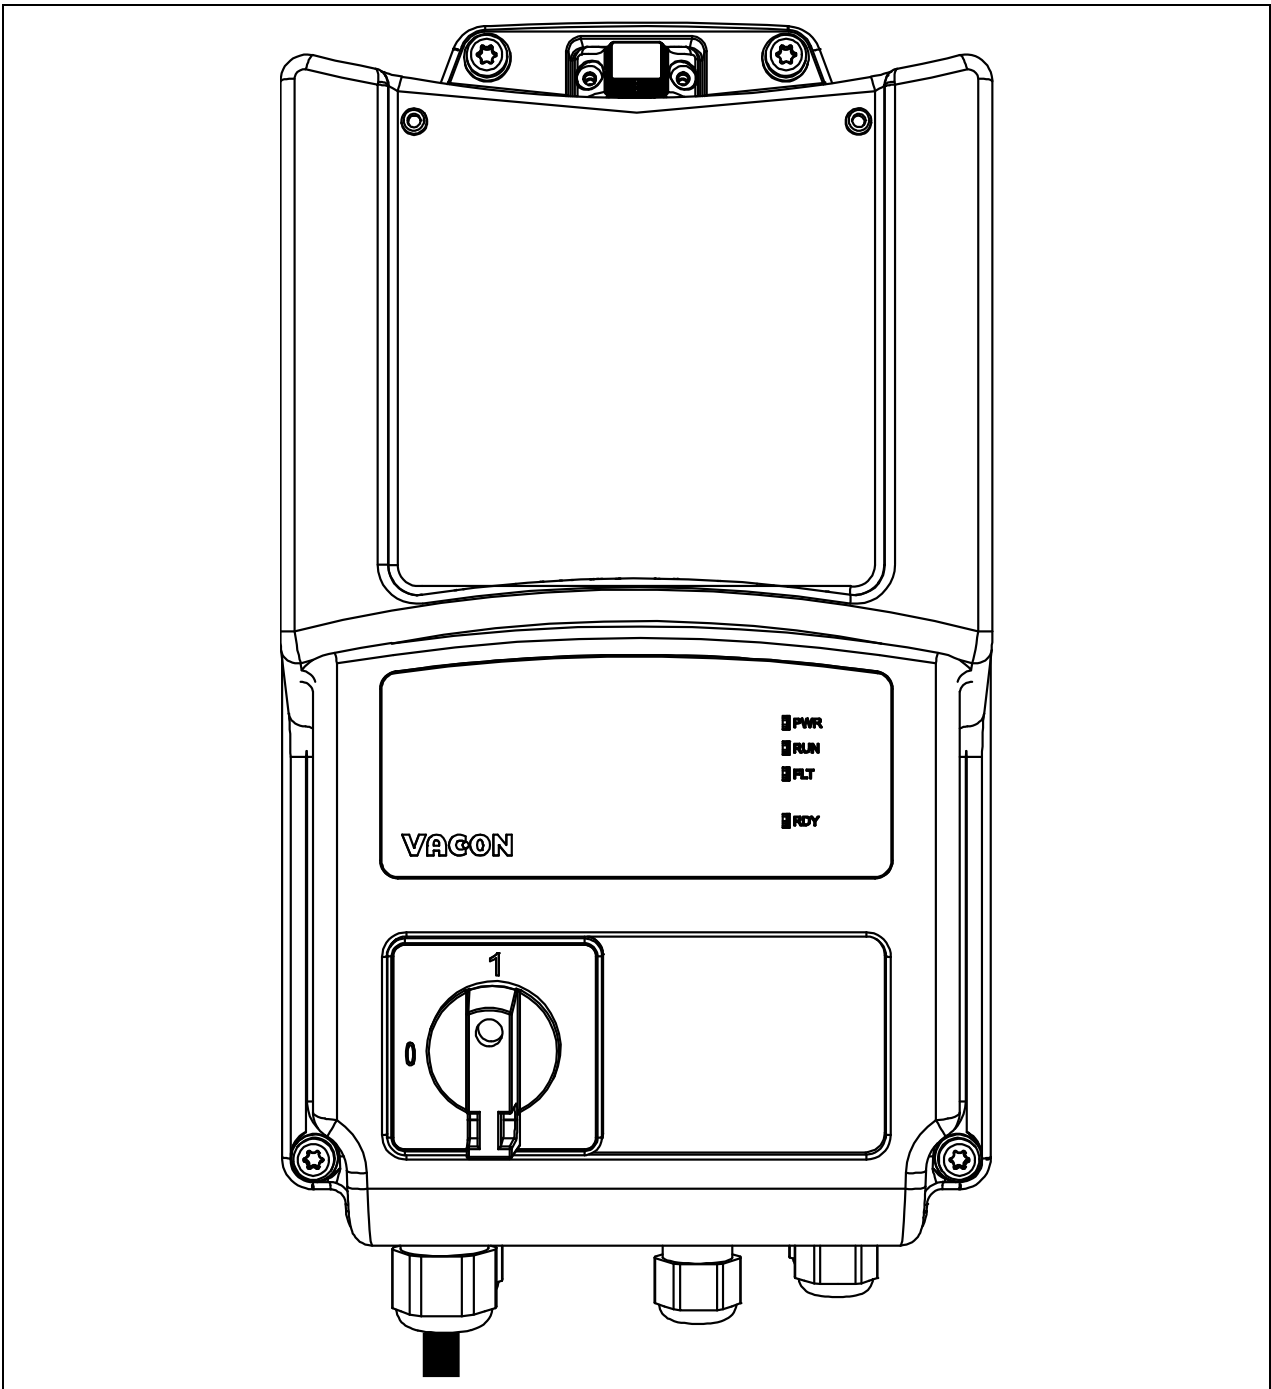

Figura 66. Monte la cubierta de plástico.
- Monte la cubierta de plástico en el convertidor con sus tornillos correspondientes y la tapa HMI: se ha completado el proceso de instalación. Véase la Figura 66.